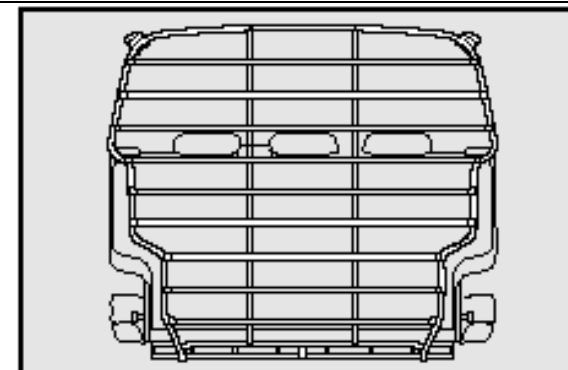

рис. 34
**Неподвижная перегородка (где предусмотрено) рис. 34**